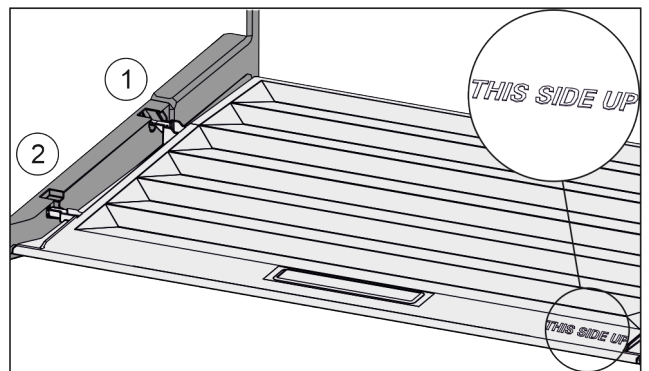

*Fig. 109*
- ▶ Deslice la tapa hacia delante hasta la abertura de las piezas de sujeción *Fig. 109 (1)*.
- ▶ Levántela por detrás desde abajo y retírela tirando hacia arriba *Fig. 109 (2)*.